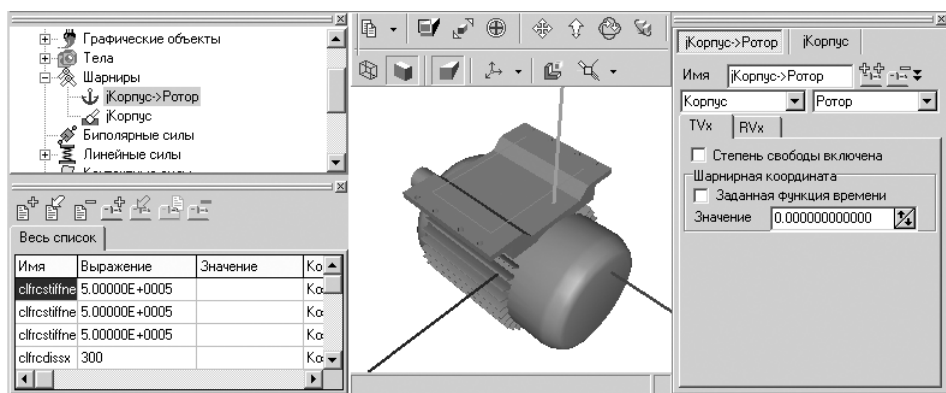

Рис. 2.117. Окно **Инспектор** после выделения в **Дереве элементов** шарнира **Корпус->Ротор**
- щелкните в раскрытом списке шарниров по шарниру **jКорпус->Ротор**. Появится соответствующее окно **Инспектор**, см. рис. 2.117;